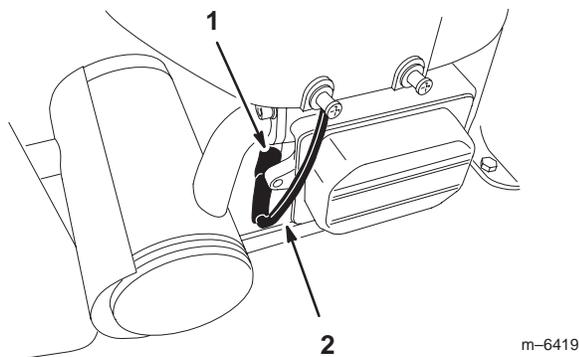

Bild 29
6. Ziehen Sie den Zündkerzenstecker ab (Bild 29).
8. Entfernen Sie die Zündkerze und die Metallscheibe (Bild 29).
3. Stecken Sie den Zündkerzenstecker wieder auf die Zündkerze auf (Bild 29).